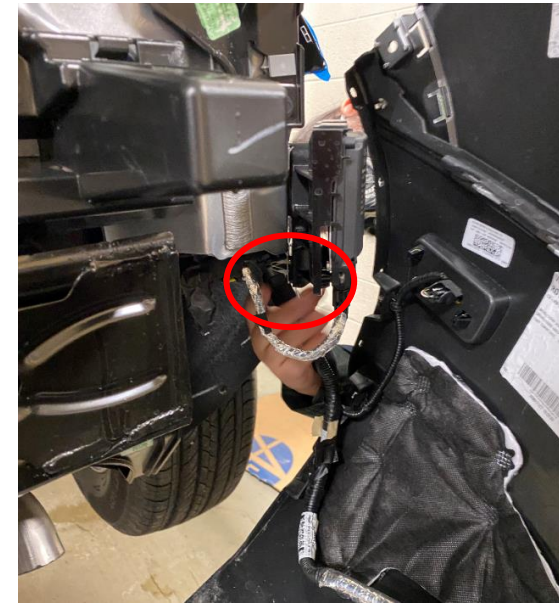

Figure 2
2e.) À l'aide d'une douille de 8 mm, en tirant sur la garniture de passage de roue, retirez la (1) vis des deux côtés. **Voir la figure 2.**
2f.) En utilisant un outil pour garniture en plastique, en commençant par les extrémités extérieures, retirez partiellement le carénage en tirant doucement vers l'arrière tout en libérant les attaches retenant la partie inférieure de la garniture de passage de roue. Ne retirez pas la partie supérieure de la garniture de passage de roue sinon vous ne pourrez pas procéder à une réinstallation adéquate. Voir la figure 2.